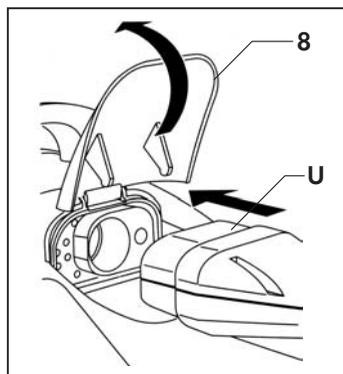

Fig. 4
- Aprire completamente lo sportello della presa accessori (8) ed inserire il depuratore d'aria (U) nella presa posta sulla parte anteriore dell'apparecchio, premendo a fondo (Fig. 4).
- Chiudere lo sportello della presa accessori (8) sul corpo dell'attacco rapido assicurandosi che i due particolari si aggancino.